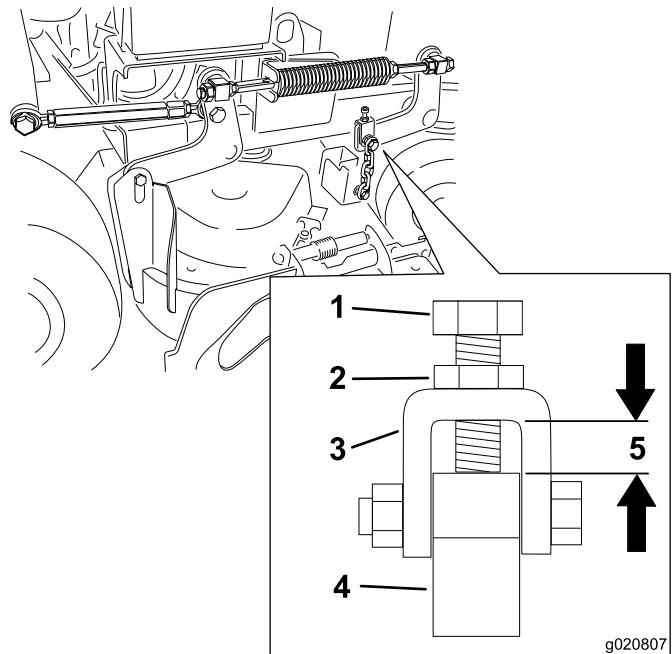

Figura 83
12. Afloje la contratuerca y ajuste el perno de ajuste para obtener la distancia correcta, según se muestra en Figura 83.